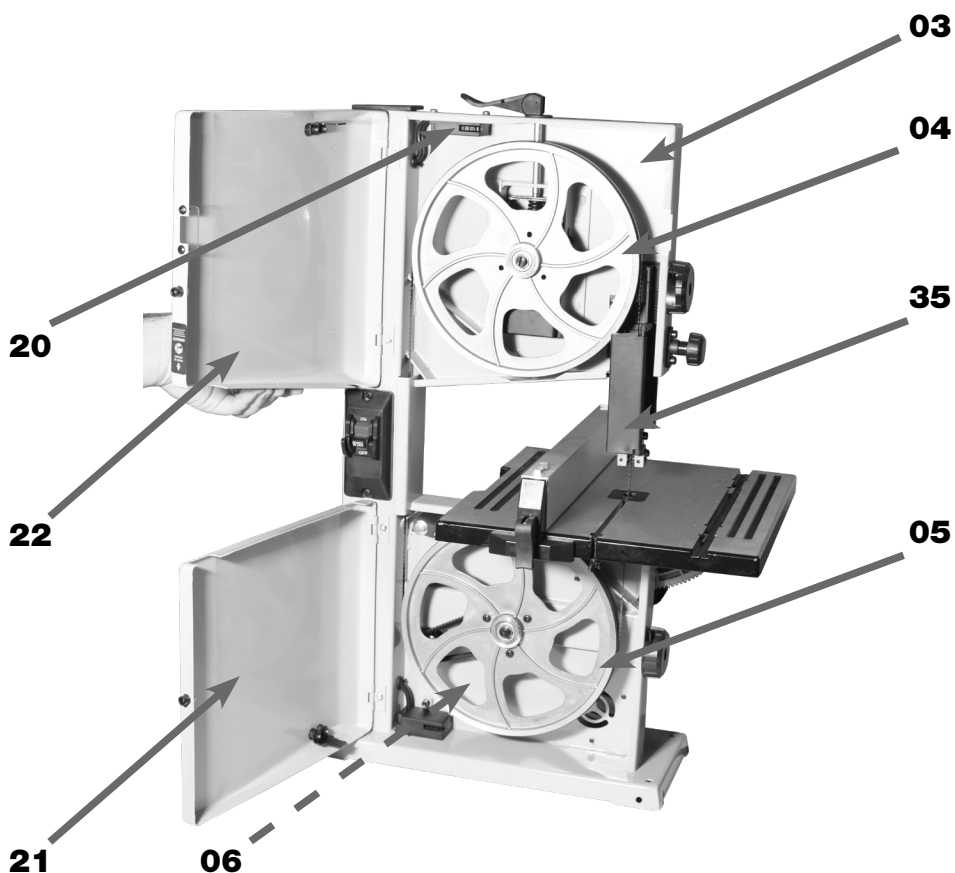

FIGURA 02 – Conjunto dos Volantes
No interior desta Estrutura (03) são instalados 2 Conjuntos de Volantes: um Movido (04) e outro Motor (05) (figura 02). O Volante Motor (05) está acoplado a um Conjunto Redutor (06), composto pela Polia Motora (07), pela Polia Movida (08) e a Correia (09). Este Conjunto Redutor (06) é acionado por um Motor Elétrico (10) MONOFÁSICO (figuras 03A e 03B).